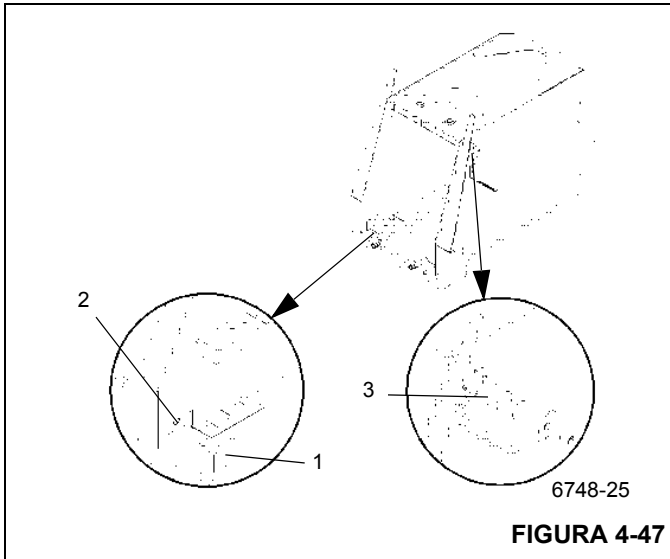

FIGURA 4-47
2. Instale as placas de desgaste (latão) inferiores (Figura 4-47, 1) na seção intermediária externa. Volte o parafuso de ajuste de forma que as placas se assentem totalmente na cavidade (Figura 4-47, 2). A placa não deve ultrapassar em mais de 1/8 de polegada a seção intermediária externa na instalação inicial.
3. Insira a placa de desgaste superior, a placa batente e a placa de ajuste (Figura 4-47, 3).